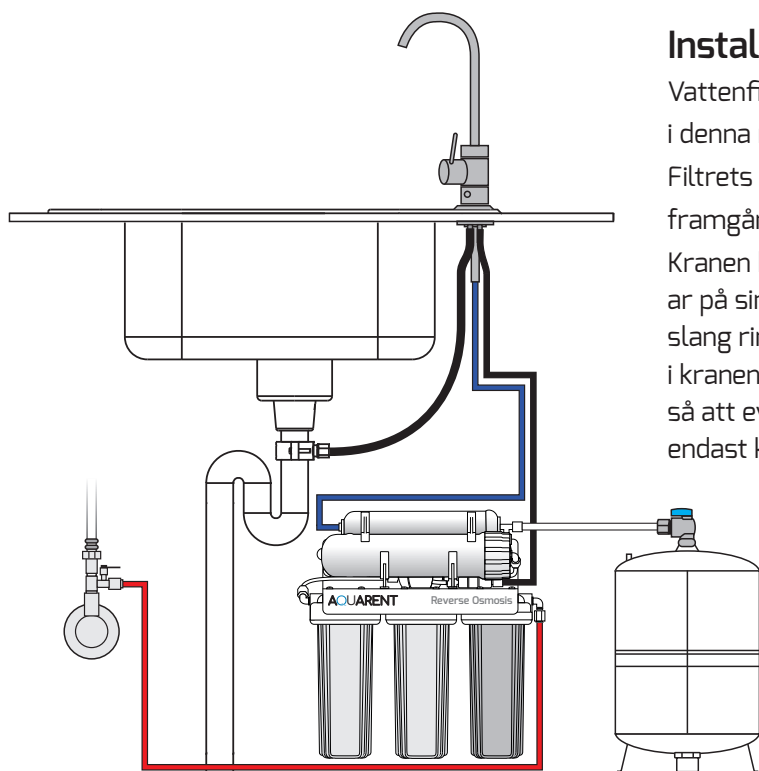
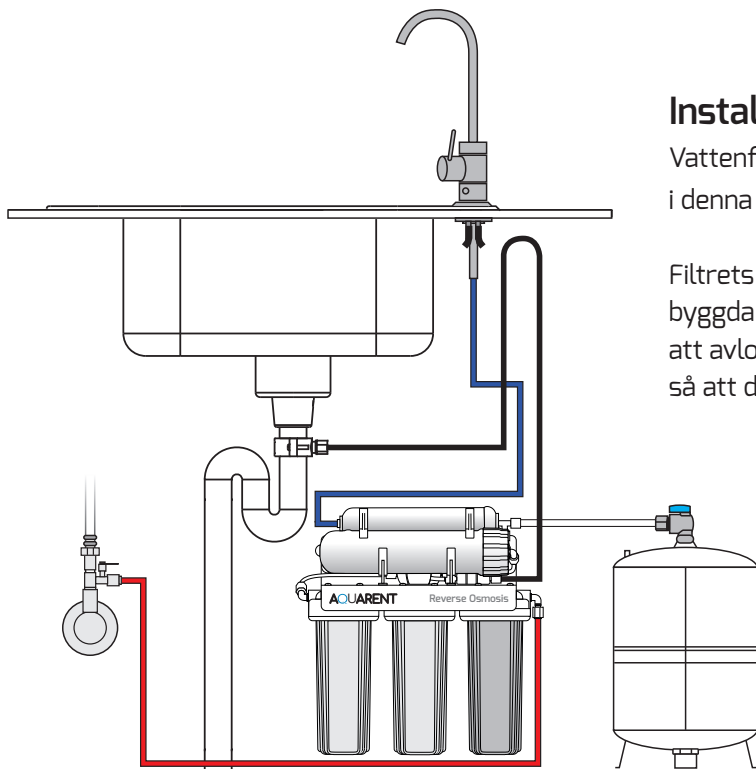
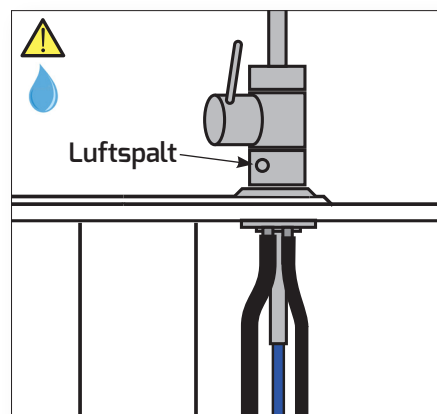
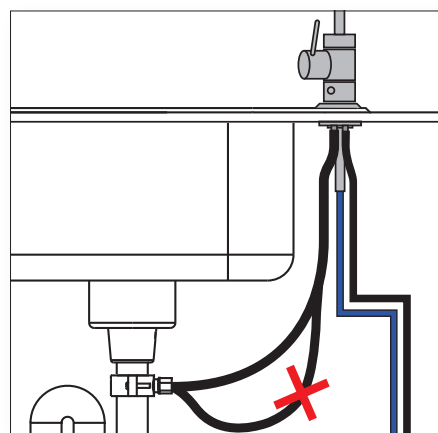

Bild 3.
Bild 4.
Bild 8.
Bild 9.
Filtrets avloppsslangar ansluts till kranen såsom framgår av bild 3.
Kranen har en inbyggd luftspalt som spolvattnet passerar på sin väg till avloppet. Vid eventuellt stopp i avlopp/slang rinner då filtrets spolvatten ut genom det lilla hålet i kranen (bild 4 sidan 7), tillse därför att kranen placeras så att eventuellt vatten som rinner ut ifrån luftspalten endast kan rinna vidare ned i diskhon/avloppet.
Filtrets avloppsslang ansluts direkt till avloppet, den inbyggda luftspalten i kranen används inte. För att undvika att avloppsvatten leds tillbaka till filtret fixeras slangen så att den går i en bøj högt under diskbänken. (se bild 4)
- Mät ut var tappkranen ska placeras. Tänk på att tappkranen är försedd med en inbyggd luftspalt för spolvattnet. Tillse att eventuellt utströmmande vatten ifrån luftspalten (bild 8) leds till diskhon för avrinning (vid anslutning enligt installationsprincip 1. Bild 3). Avsikten med luftspalt är att utesluta eventuell kontaminering av vattenfiltret vid avloppsstopp. Ansluts filtret enligt installationsprincip 2, bild 4, används inte den inbyggda luftspalten.
- Mät ut och markera var avloppsklamman ska placeras. Vid installation enligt installationsprincip 1 (se bild 3 sidan 5) är det mycket viktigt att avloppsklamman placeras så att självfall ifrån tappkranen till avloppet möjliggörs. (om slangen monteras utan självfall kommer spolvattnet ifrån filtret att strömma ut genom luftspaltens hål i kranen istället för att ledas till avloppet) Placering av avloppsklamman ska alltid ske innan befintligt vattenlås. Rekommenderad placering återfinns i bild 9 och 11.
- Den större svarta slangen (3/8") används endast om filtret monteras enligt installationsprincip 1, (se bild 3 sidan 5). Slangen leds fallande från tappkranen och ansluts i avloppsklamman. Tänk på att denna slang kräver självfall för att fungera.